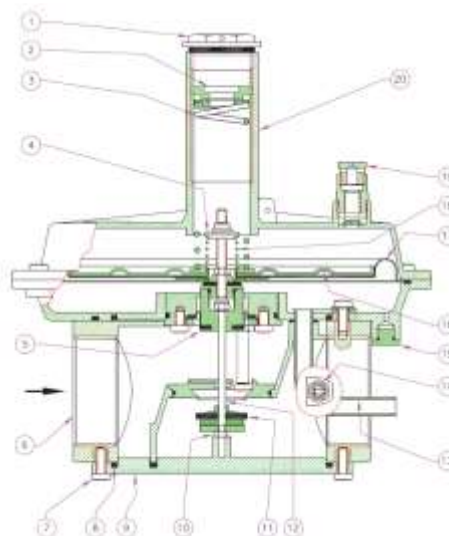

Рис. 2
Регулятор (рис. 2) состоит из: колпачок (1); регулировочный винт (2); пружина регулирования исходящего давления (3); настройка сбросного клапана (4); затвор регулятора (11); корпус (6); винты крепления нижней панели (7); уплотнительное кольцо (8); нижняя панель (9); винт крепления затвора на штифт (10); центральный штифт (12); компенсационная мембрана (5); встроенный импульс (13); штуцер для отбора давления (14); соединение для внешнего импульса G 1/8" (15); рабочая мембрана (16); предохранительная мембрана (17); пружина настройки сбросного клапана (18); сбросное отверстие избыточного давления G 1/4 (19); раструб (20).